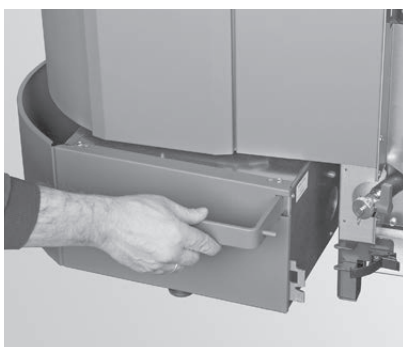

Fig. 47 Appuyer le bac à cendres légèrement vers la gauche
- ▶ Pousser le bac à cendres légèrement vers la gauche et le retirer – Fig. 47, Fig. 48.